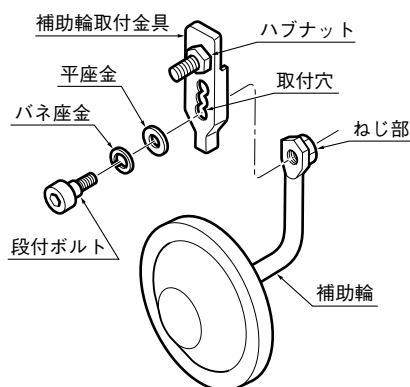
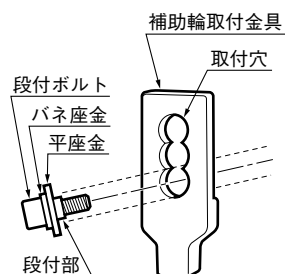

図1
図2
- ①補助輪が上下に動かせる程度に段付ボルトを付属工具(6mmアーレンキー)で緩めます。(図1)
- ②補助輪取付金具にボルトを付けたまま上下にスライドさせます。
- ③段付ボルトの段付部と取付穴をきちんと合わせ、段付ボルトを付属工具(6mmアーレンキー)で締付固定します。(図2)
- ①補助輪取付金具の取付穴と補助輪のねじ部を合わせます。(図1)
- ②段付ボルトにバネ座金・平座金の順に通し取り付けます。
- ③段付ボルトの段付部と取付穴をきちんと合わせ取り付けます。(図2)
- ④段付ボルトを付属工具(6mmアーレンキー)で締付け補助輪を固定します。